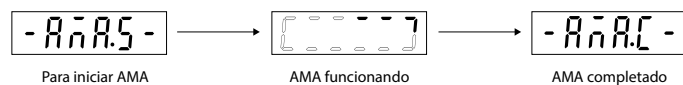

Ilustración 7: Indicaciones de estado de AMA
- Ajuste [1] Act. AMA completo o [2] Act. AMA reducido para el *parámetro P4.2.1.3 Modo AMA*; la pantalla principal muestra *Para iniciar AMA*; consulte la *ilustración 7*.